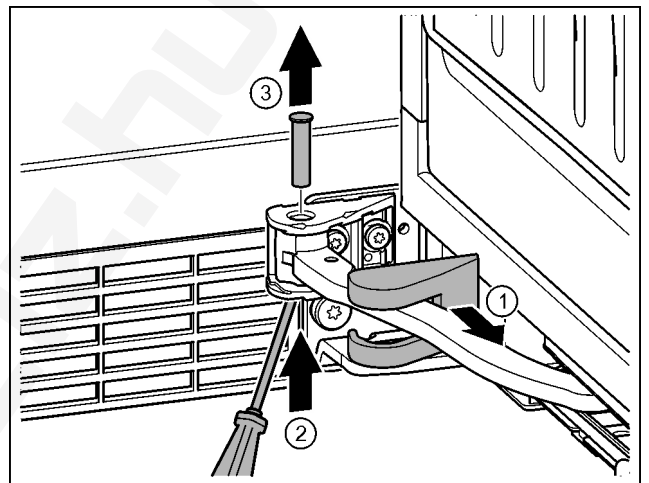

Fig. 19
- ▶ Húzza le a csapágybak fedelét, és a csukló mentén tolja el. Fig. 19 (1)
- ▶ Ujjával vagy egy csavarhúzóval emelje fel lentről a csapszeget. Fig. 19 (2)
- ▶ Vigye a csavarhúzót a csapszeg feje alá, és húzza ki azt. Fig. 19 (3)